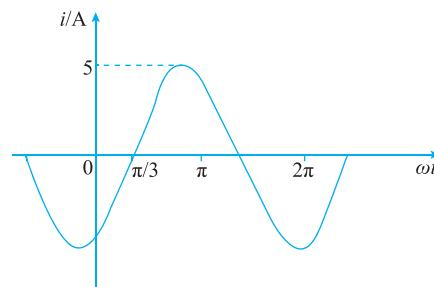

图 2-1-6 例 2-1 的电流波形图
②  $i = I_m \sin(\omega t + \varphi_i) = 5 \sin(314t - 60^\circ) \text{ A}$ ，电流波形图如图 2-1-6 所示。